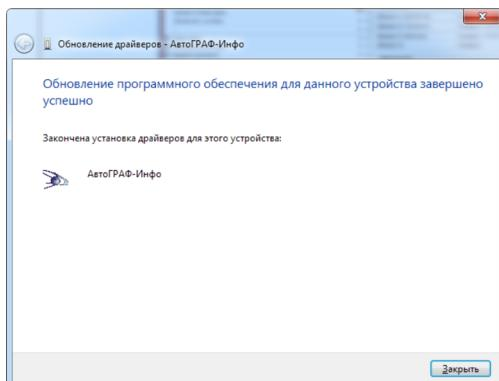
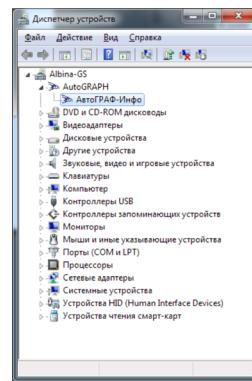

Рис.32. Завершение установки драйверов.
Рис.33. Определение нового устройства.
- После успешной установки драйверов система автоматически определит подключенное устройство (Рис.32, Рис.33).